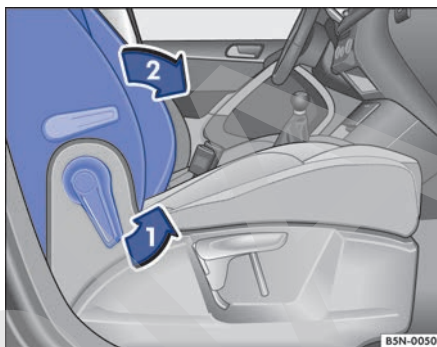

Fig. 106 Abatir el respaldo del asiento del acompañante hacia delante.
- Desbloquee el respaldo del asiento del acompañante en el sentido de la flecha → **fig. 106 ①**.
- Abata el respaldo del asiento del acompañante hacia delante, en el sentido de la flecha **②**, hasta que quede en posición horizontal.